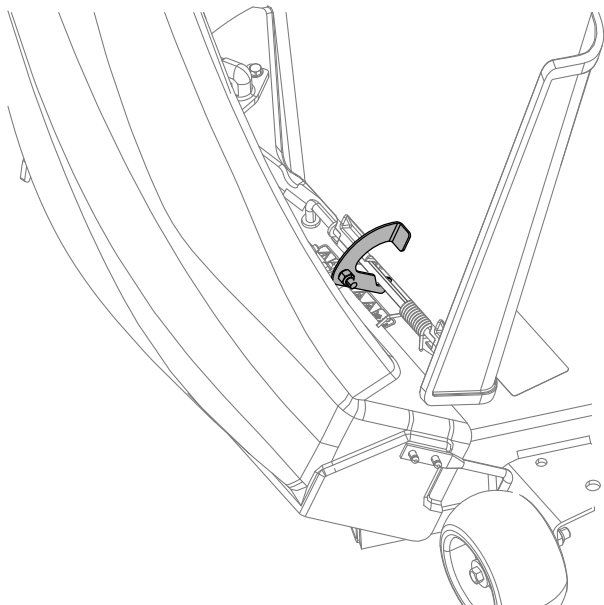
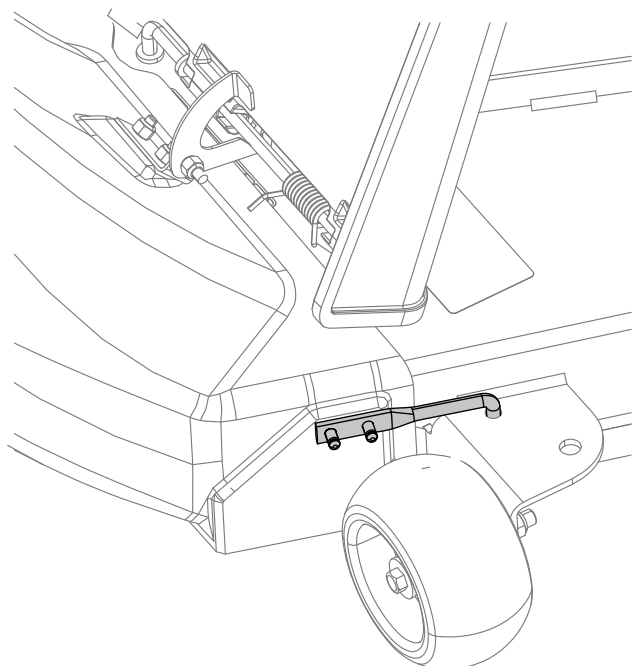

Figura 26
Figura 27
4. La partea superioară a jgheabului, cuplați elementul de fixare în formă de cârlig pe tija de pivotare a ansamblului deflector (Figura 26 i Figura 27).